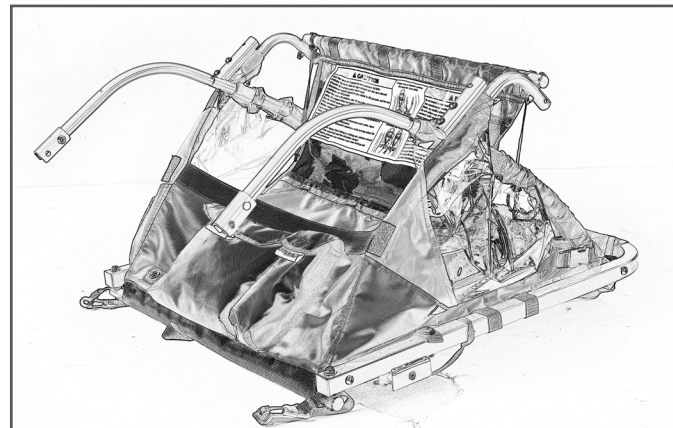

図38
9. イメージのように上部キャabinを折り畳んでください(図38)：